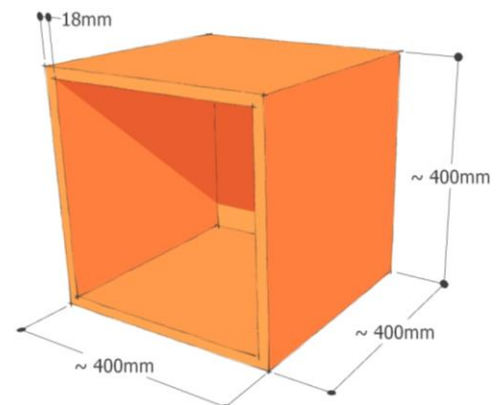

Abbildung 2: Würfelement "CUBIX"
5. Erstellen Sie ein Angebot für acht Würfelemente (Abb. 2) mit den Maßen, die auf der Basis des Systems 32 ermittelt wurden, ausgestattet mit einem Einlegeboden und einer Tür.